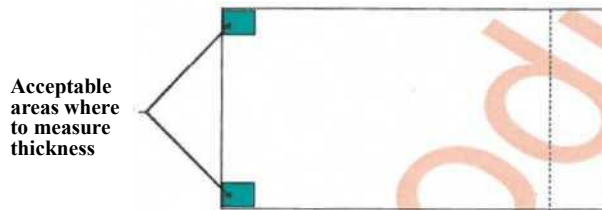

图 3 量测位置示意图
4.1.1.2 产品厚度量测: 测试如图 3 所示固定位置任选其一, 并用数显卡尺测量, 读出小数点后三位数字, 并将结果输入《Strain load》;